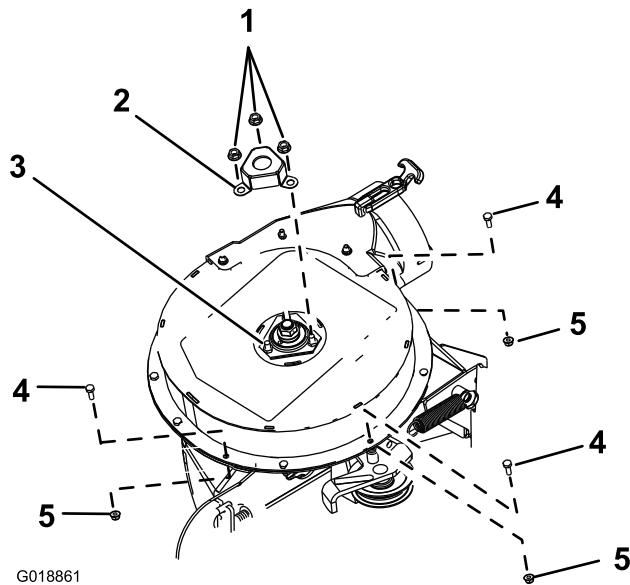

図 5
1. OEM シャフトカバーをプロア・アセンブリに固定しているナット（鋸歯ナット）を外す（図 5）。
2. OEM シャフトカバーを取り外して廃棄する（図 5）。
3. 図 5に示すように、プロアハウジングから、六角ヘッドボルト (1/4 x 3/4 インチ) 3本とロックナット (1/4 インチ) 3個を外す。.